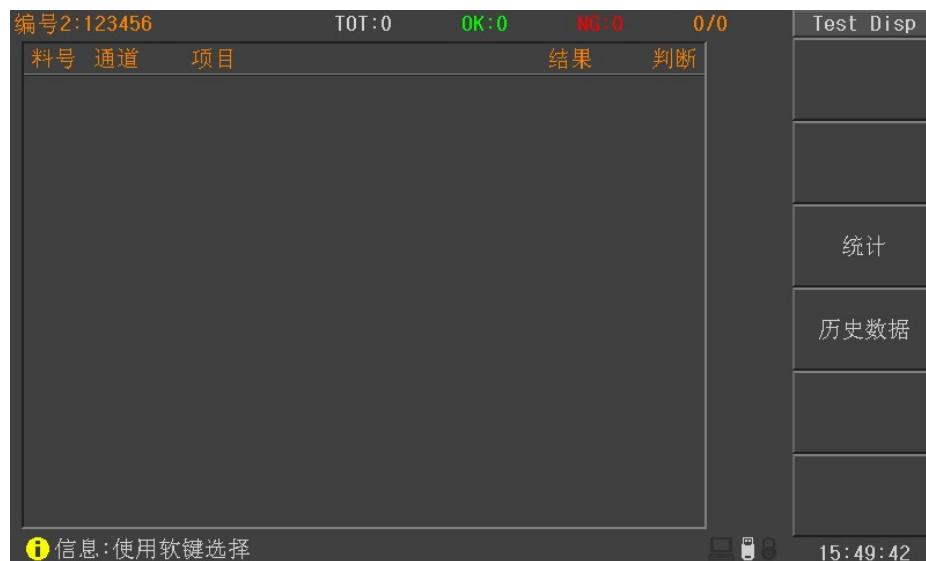

图 4-4-1-1 测量显示页面
- 按 **MEAS** 菜单按键，进入测量显示页面（如图 4-4-1-1），再按一次启动 **START** 按键开始一次综合测试。
- 当按下 **START** 按键后，如果当前测试步骤是层间短路，高压指示灯会亮起，一个测试步骤完成后会在显示页面上显示测量结果和判别结果，整个测试全部完成后，仪器会在测试结果列表的右侧显示大字符的“PASS”和“FAIL”判别结果（如图 4-4-1-2）。